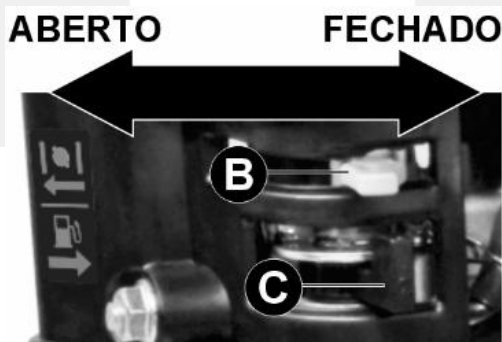

Fig. 5 - Alavanca do afogador
3. Ajuste a alavanca do afogador (B), conforme indicação da fig. 5 do item 5.3 deste manual: **Para motor frio**, coloque na posição **CLOSE (fechado)**. **Para motor aquecido**, mantenha na posição **OPEN (aberto)**.
4. Mova a alavanca do acelerador (A) da posição **LENTA** para aproximadamente **1/3 em direção à posição RÁPIDA**.